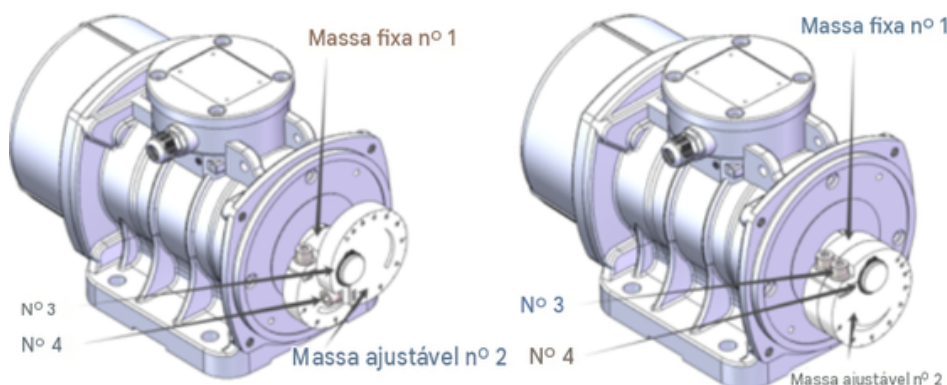

Figura 9. Ajuste de força para motor de vibração com massa circular.
4. Ajuste de força do motor de vibração com massas circulares; (Figura 9)